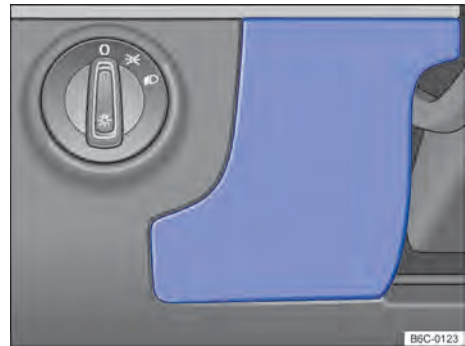

Fig. 174 No lado do condutor do painel de instrumentos: cobertura da caixa de fusíveis.
- Segurar a cobertura da caixa de fusíveis → Fig. 174 e puxar para frente.